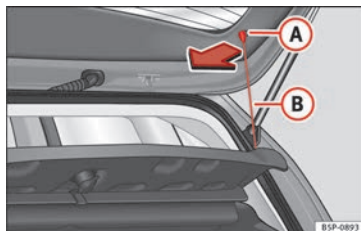

Fig. 103 Chapeleira porta-objetos.
- Desengatar os tirantes » Fig. 103 B dos alojamentos A.